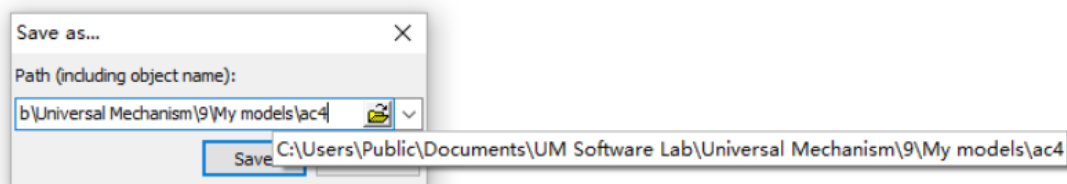

图 2.4 保存模型
3. 选择主菜单 **File | Save as**，选择要保存的文件目录进行保存（注意要包含模型名称 **ac4**），如图 2.4 所示。